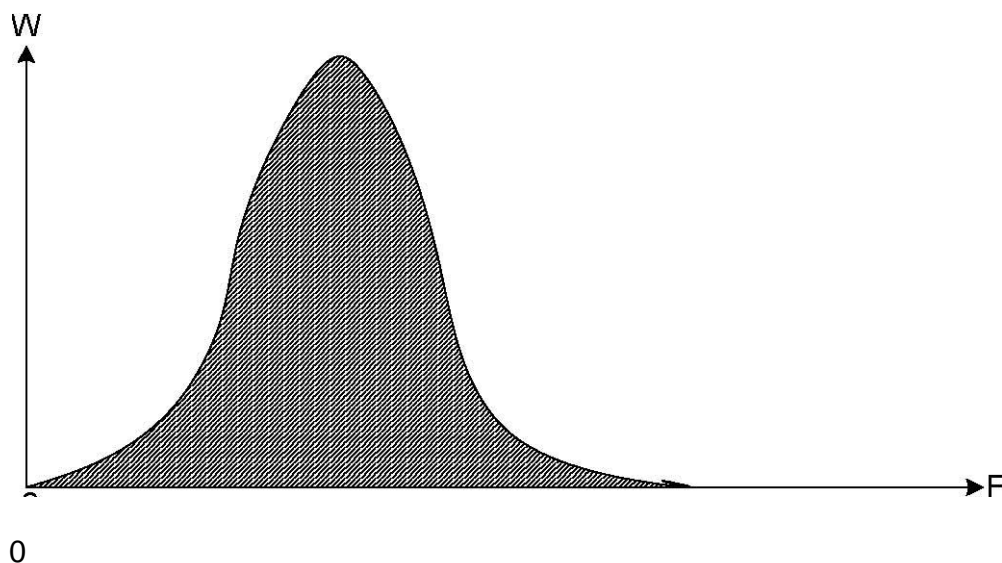

Рисунок 1
10.6. Подключить межблочный кабель к ПБ, БИВ и БП (смотри рисунок 1 приложения Е разъем «Сигнал»).
10.21. Ниже по ходу течения жидкости на расстоянии от 200 до 300 мм от герметичного контейнера устанавливается датчик уровня. Для его установки в нижней части трубопровода сверлится отверстие диаметром 8 мм и нарезается резьба М10. В подготовленное отверстие вкручивается на «Фум» ленте соединительный штуцер. К штуцеру подключается гибкий шланг. Второй конец гибкого шланга подсоединяется к штуцеру на блоке БИВ (рис. 1 приложение Ж).
Если нет возможности установки датчика давления снизу трубопровода, то его можно установить сверху. Для этого сверху трубопровода сверлится отверстие диаметром 16 мм, и вставляется металлопластиковая трубка уровня с гибким шлангом, конец которого подсоединяется к штуцеру на блоке БИВ (рис.1 приложение Ж).
11.1. На лицевой панели ПБ (смотри рисунок 1 приложения В)